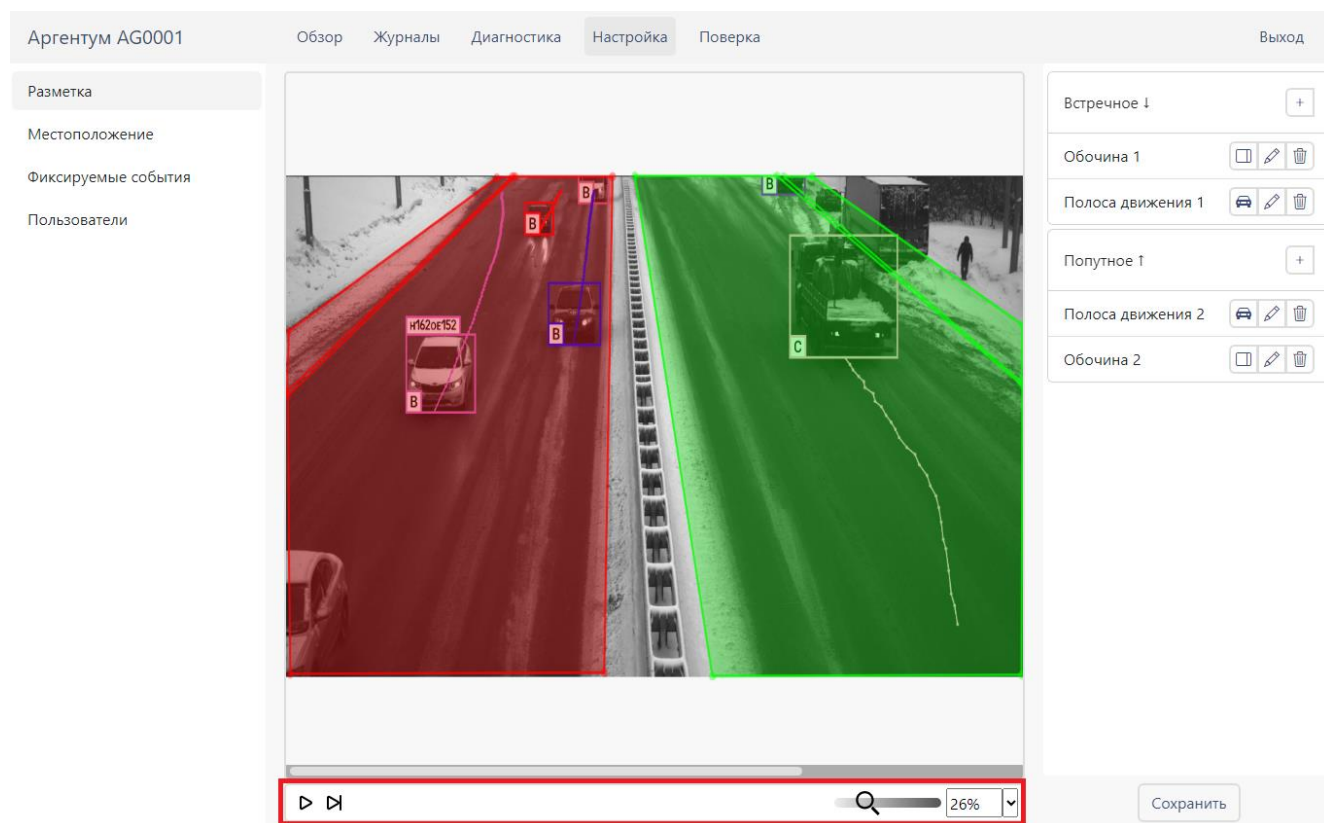

Рисунок 23: Панель управления настройкой изображения
- **Панель управления видеоданными** в нижней центральной части экрана (см. Рисунок 23 ниже, панель управления настройкой изображения отмечена красной рамкой):